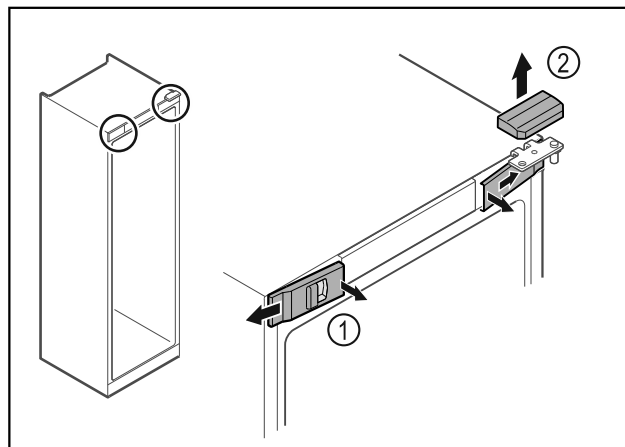

Fig. 15
- ▶ Spnite sprednje pokrove Fig. 15 (1) in jih odstranite proti strani.
- ▶ Zgornji pokrov Fig. 15 (2) snemite v smeri navzgor.